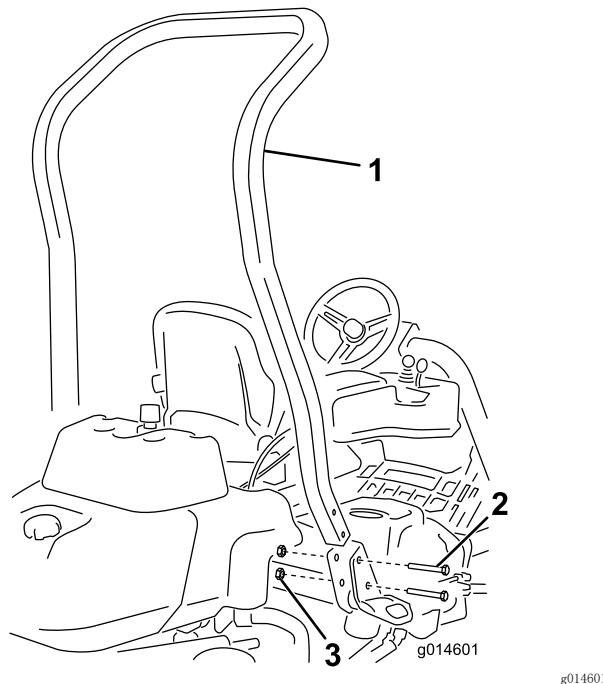

图3
3. 使用 4 个螺栓 ( $\frac{1}{2} \times 3\frac{3}{4}$  英寸) 和 4 个凸缘螺母 ( $\frac{1}{2}$  英寸) 将翻车保护杆安装到机器两侧的卡槽中 (图3)。